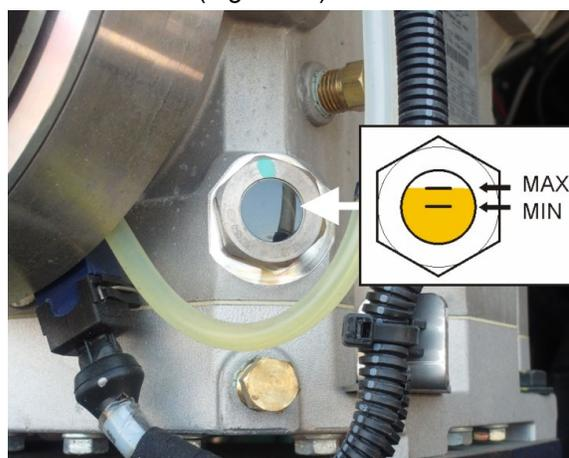

FIGURA 33: MIRILLA DERECHA
- Mirilla de lado derecho: entre $\frac{1}{2}$ y $\frac{3}{4}$ de la altura de la mirilla (Figura 33).